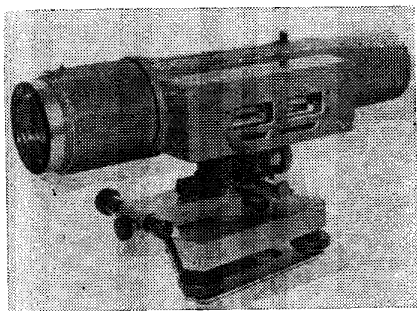

Рис. 13. Нивелир N1
3.6. Нивелир Ni (рис. 13) предназначен для производства нивелирования I-го класса, может применяться для наблюдений за осадками и деформациями зданий и сооружений и при высокоточном монтаже оборудования.